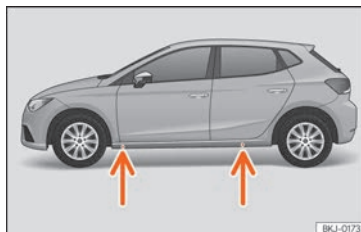

Abb. 192 Aufnahmepunkte für den Wagenheber.
- Suchen Sie am Längsträger die Markierung des Wagenheberaufnahmeplatzes (Eindrückung), die dem zu wechselnden Rad am nächsten liegt >>> **[Abb. 192]**.